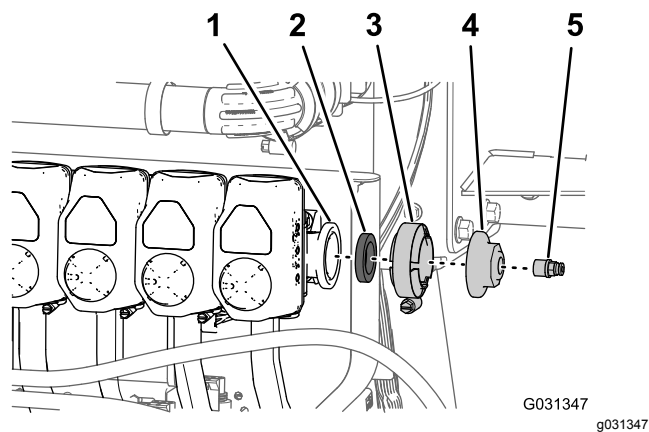

图 183
1. 拆下喷嘴阀 10 右端凸缘盖子上的管子连接器图 183。
2. 拆下喷嘴阀 10 上的法兰夹具、垫片和端盖图 183。